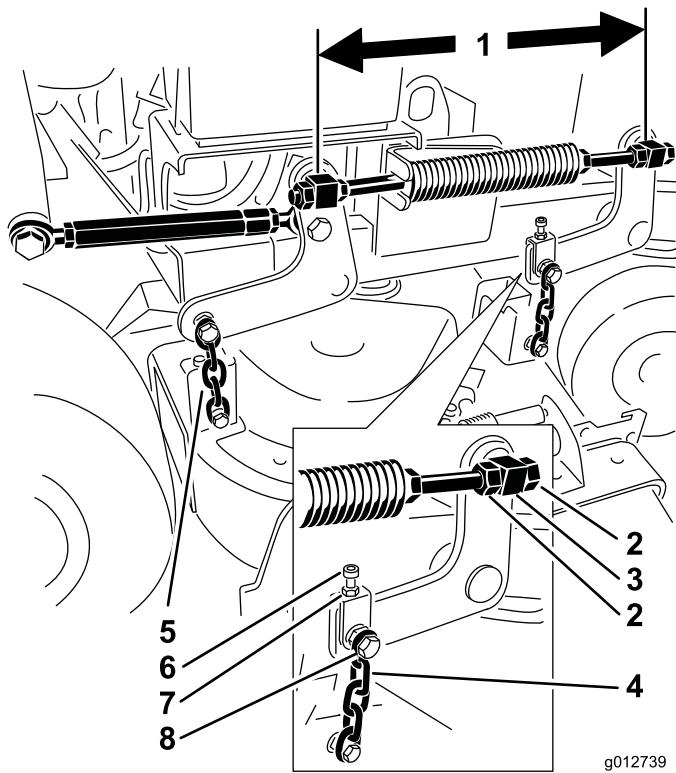

図 82
6. スイベルの間の距離を点検する（スイベルについているねじ山つきのロッドの中心線から中心線までの距離を測る）。36 インチ・デッキの場合にはこの長さが 49.5 cm であることが必要であり、40 インチ・デッキの場合にはこの長さが 43.7 cm であることが必要である（図 82）。
9. 前スイベルと後ろスイベルの距離の調整は、その側の前スイベルについているジャム・ナットで行う（図 82）。
11. そして、調整ボルトで、前チェーンが2本とも同じ張りになるように調整する（図 82）。
5. 上チェーン・ボルトのナットと調整ボルトのナットをゆるめる（図 82）。
6. A 位置での高さがB 位置での高さよりも 6~10 mm 低くなるように調整ボルトで調整する（図 82）。